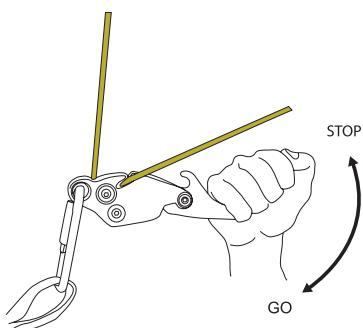
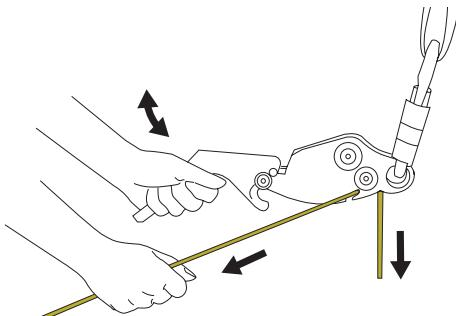

Bild 3B
Bild 7
- Du reglerar nedfirningshastigheten genom att hålla ena handen på handtaget och andra handen på linan under bromsen. Starta med linan vinklad nedåt från spåret såsom visas i bild 3B. Om handtaget trycks nedåt ökar hastigheten. Om handtaget dras uppåt eller släpps avbryts nedfirningen. Öka eller minskar friktionen genom att låta linan löpa in i eller bort från den smala delen av spåret. Håll alltid i linan med ena handen så att nedfirningen blir kontrollerad.
- Du reglerar nedfirringens hastighet genom att hålla ena handen på handtaget och andra handen på linan under bromsen. Börja med linan i vinkel ut från spåret. Se till att nedfirningsbromsen är upp och nedvänt. Starta nedfirringen genom att dra handtaget uppåt (bild 7). Tryck ned eller släpp handtaget om du vill avbryta nedfirringen. Öka eller minska frktionen genom att låta linan löpa in i eller bort från den smala delen av spåret (se bild 3B). Håll alltid i linan under bromsen med ena handen så att nedfirringen blir mer kontrollerad.